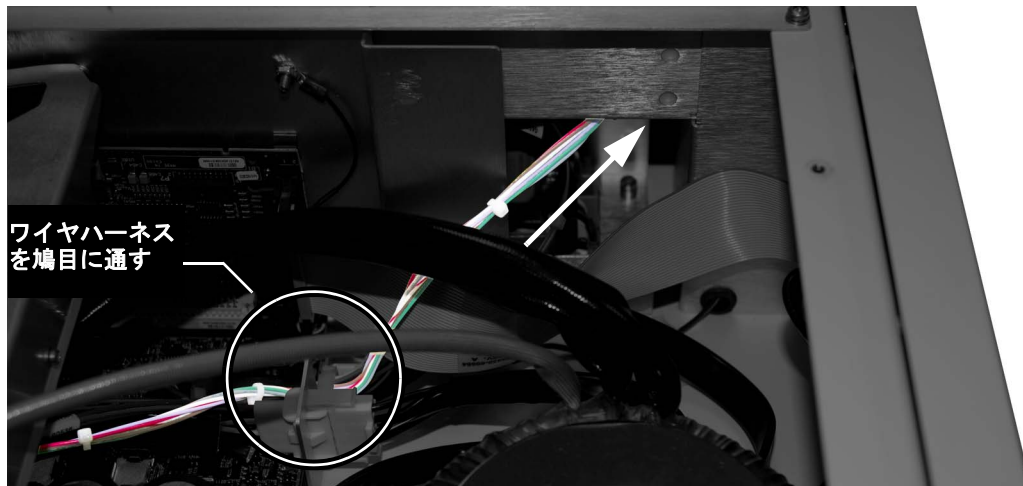

図 37 ワイヤハーネスを鳩目とメインフレームシャーシに通す
- 3 ケーブル G4529-60535 を付属ワイヤハーネス G8135-60520 と交換します。短い端をファンケーブルとマザーボードに接続し、ハーネスの長い端が、図 37 に示すグロメット（鳩目）を通して、メインフレームシャーシの開口部から外に出るようにします。